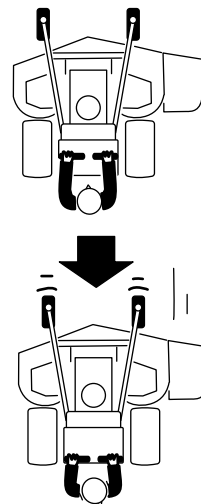

Figura 16
- Tire lentamente de las palancas de control de movimiento hacia atrás (Figura 16).